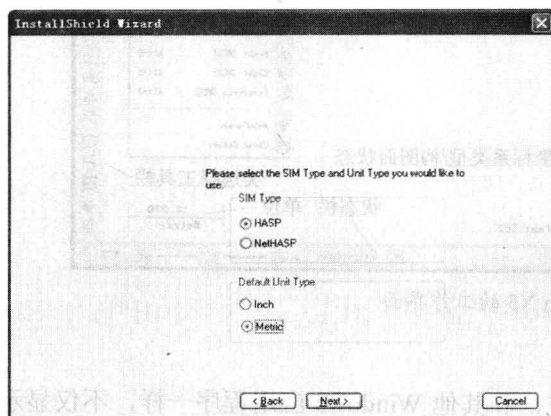

图 1-7 选择类型
(5) 系统弹出如图 1-7 所示的界面, 选中【HASP】和【Metric】单选项, 然后单击 **Next >** 按钮, 进入下一步。